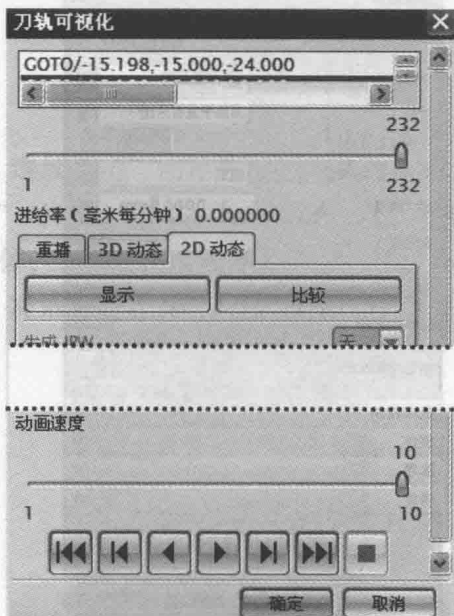
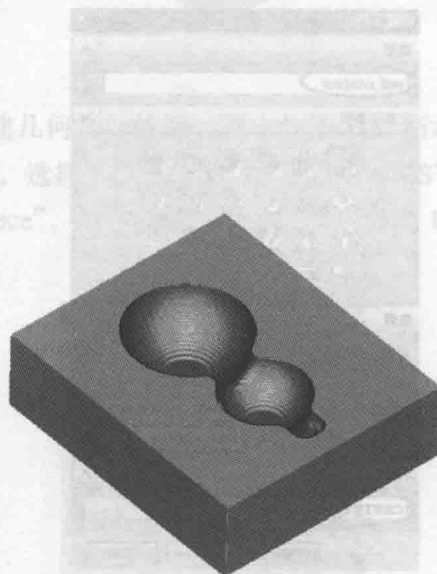

图 1-28 “刀轨可视化”对话框
图 1-29 粗加工实体仿真效果
11) 单击图 1-25 中实体验证按钮，系统弹出如图 1-28 所示“刀轨可视化”对话框。选择“2D 动态”选项卡，单击播放按钮，粗加工实体仿真效果如图 1-29 所示。